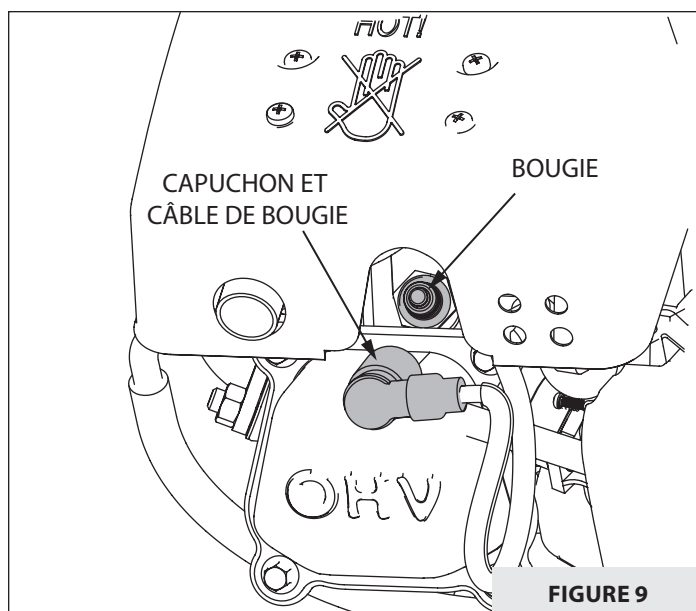

FIGURE 9
1. Débrancher le câble de bougie et l'écarter de la bougie. Si le moteur est équipé d'une batterie, débrancher la borne négative. **VOIR FIGURE 9.**